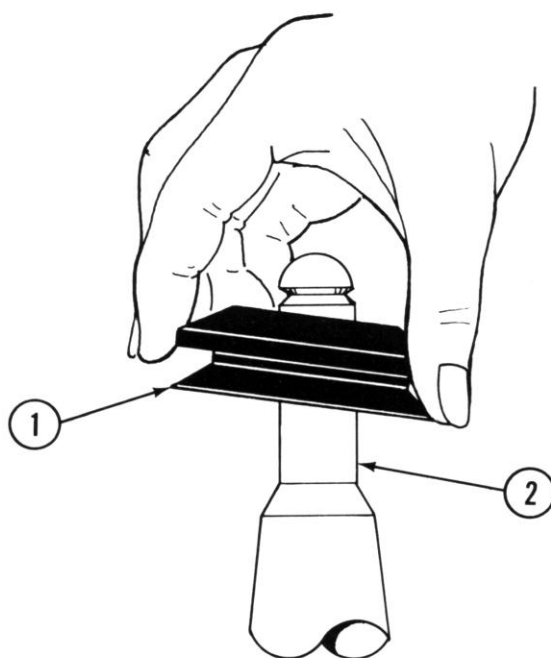

Figura 4-1
- a. Rimuovere il rotore. Con cautela rimuovere l'anello di tenuta V-Ring (1) dall'albero del rotore (vedere Figura 4-1).